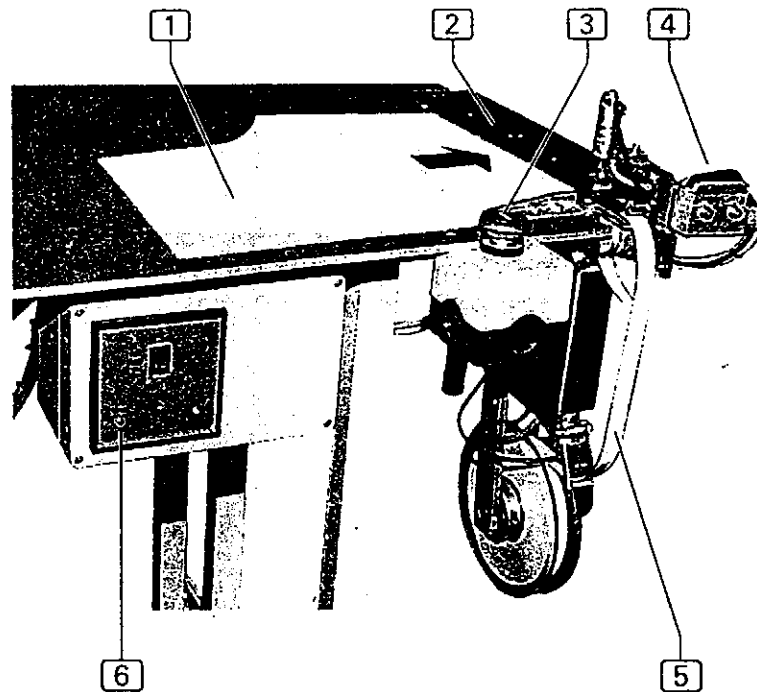

Abb. 23
1. Рис. 23: Завести наколенную подкладку [1] под зажим дублирующего устройства [2].